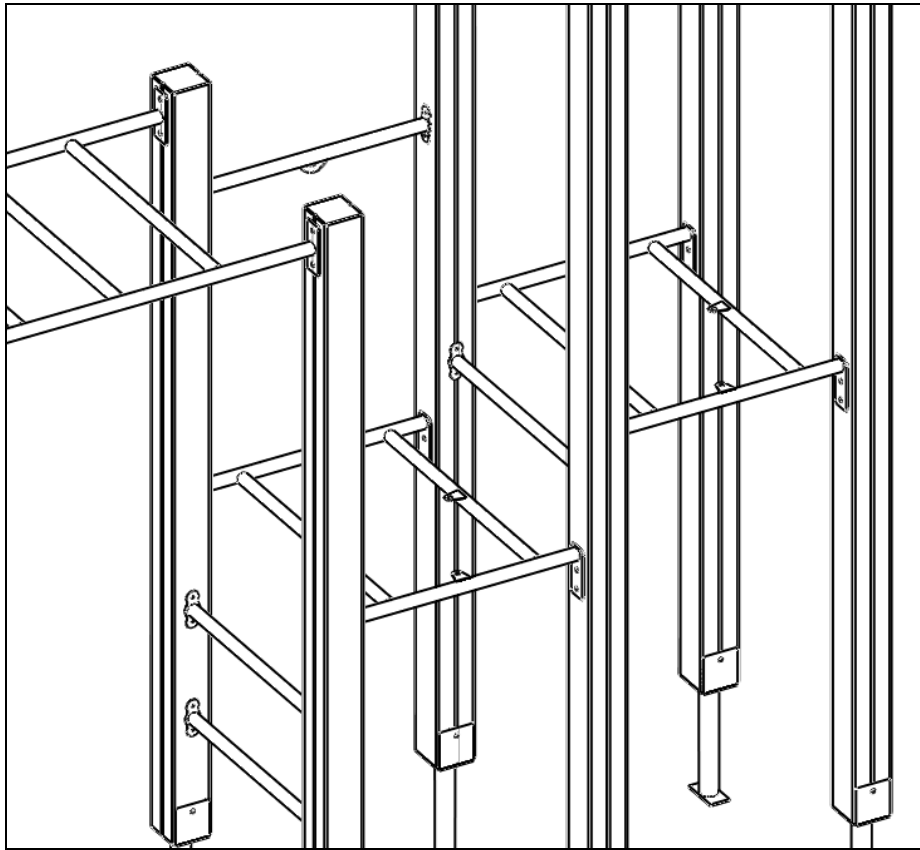

Рисунок 8
Рамы пола крепить к столбам при помощи мебельных болтов М8х120 + шайба + гайка + и пласт. колпачок (верхнее отверстие пластины), а также сантех. саморезов 6х80 + шайба+ пласт. колпачком (нижнее отверстие пластины) (см. рис. 8).
5. Установить между столбами 7 8 подступенок, как показано на рис. 8. Монтаж осуществлять при помощи монтажных уголков, мебельных болтов М6х25 + шайба + колп. гайка и сантех. саморезов 6х80 + шайба + пласт. колпачок (уголки крепить к столбам) (см. рис. 12-13).